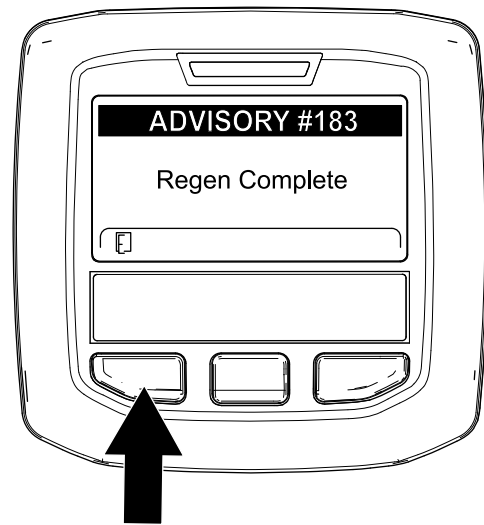

Figura 60
9. Quando il computer del motore completa una rigenerazione parcheggiata o una rigenerazione di recupero, l'InfoCenter visualizza il messaggio ADVISORY #183 (Figura 60). Premete il pulsante sinistro per uscire e tornare alla schermata Home.